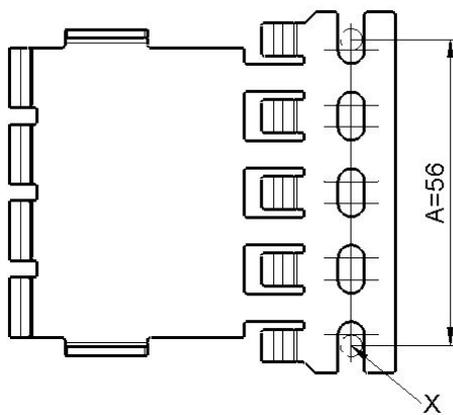
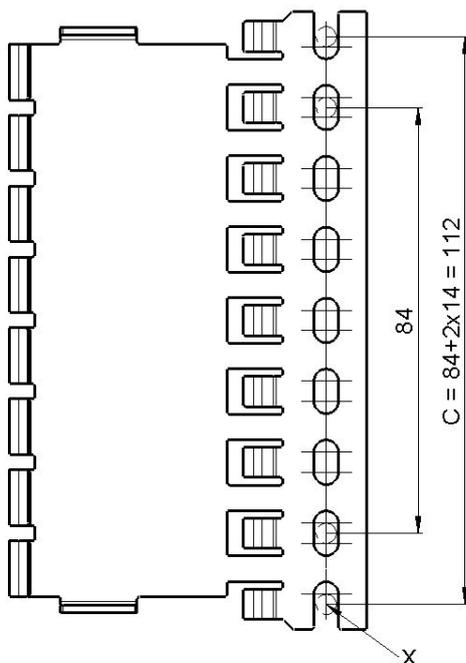

Abb. 5: Montageblech 4-polig
Abb. 7: Montageblech 8-polig
- Bohrungsabstand der Befestigungspunkte am Montageblech für die verwendete Endkappen übernehmen (siehe Abb. 5 bis Abb. 7):